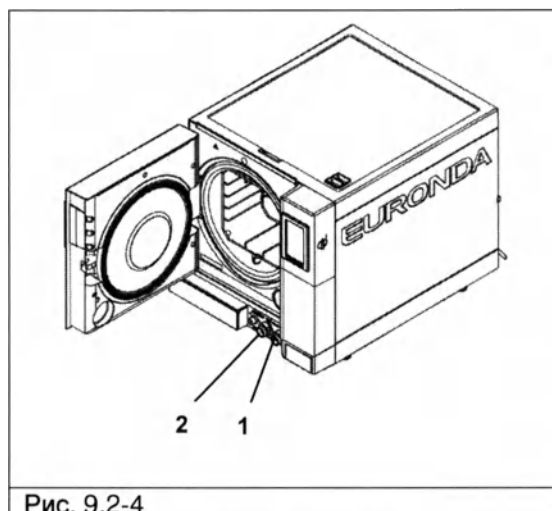

Рис. 9.2-4
1. Слейте бак чистой воды: соедините конец трубки с патрубком внизу на передней панели устройства (1 Рис. 9.2-4) и направьте другой конец в пустую емкость.
2. Опустошите внутренний бак сбора отработанной воды: соедините прозрачную трубку с патрубком внизу на передней панели устройства (2 на Рис. 9.2-4) и направьте другой конец в пустую емкость.